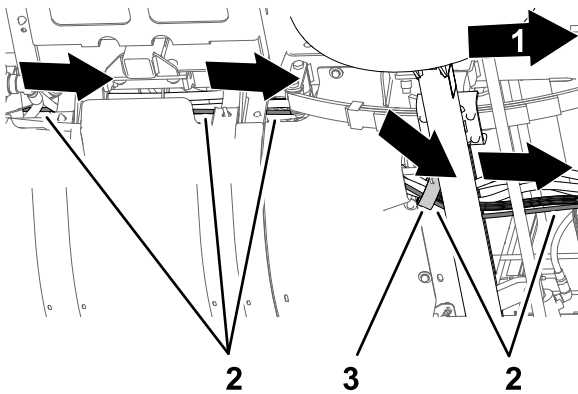

Bild 7
2. Klappen Sie den Sitz hoch und verlegen Sie den Schlauch nach vorne entlang des Kabelbaums der Maschine, durch die Stützklemme und unter der Bodenplatte (Bild 7).